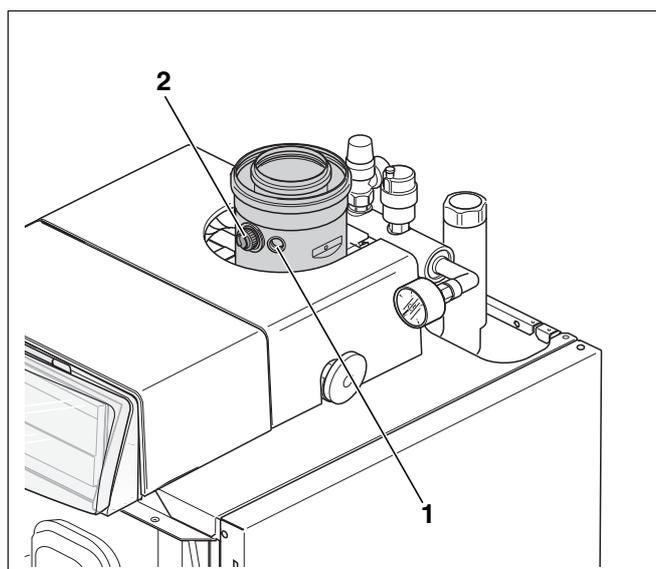

Fig. 44 Rilevamento dei valori di misurazione
Le misurazioni vengono eseguite a livello del tronchetto dei gas combusti (fig. 44).
E' possibile rilevare i valori di misurazione per la temperatura dell'aria t_L in corrispondenza della relativa apertura di misurazione (fig. 44, **pos. 1**, pagina 48) del tronchetto dei gas combustibili.